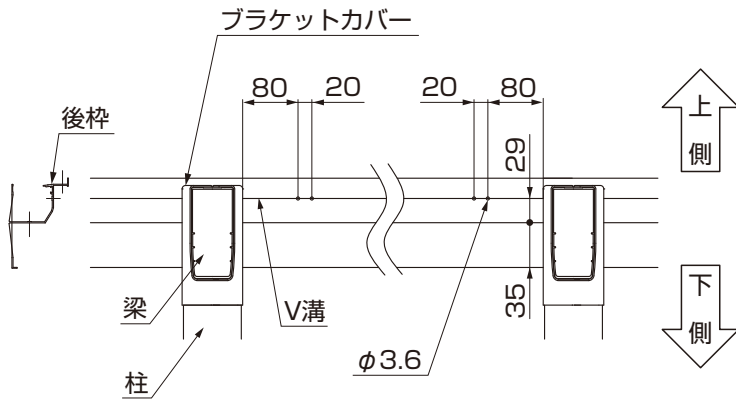

図4-5
- ①現場で、後枠の側面にφ3.6の孔をあけてください。(図4-5参照)